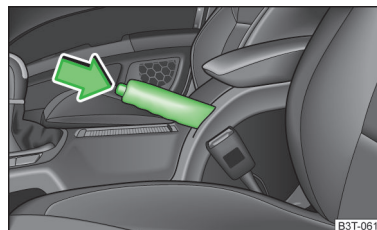

Fig. 125
► Trageți puțin în sus maneta frânei de mână și apăsați **simultan** butonul de blocare » fig. 125.